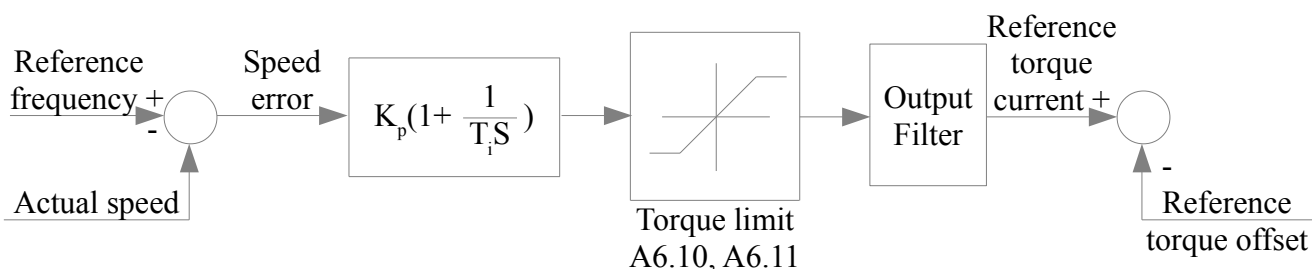

Рис. 6-13 Регулятор скорости
1. Схематично регулятор скорости (ASR) изображен на рис. 6-13. На рисунке  $K_p$  - пропорционально усилению P.  $T_i$  - интеграл времени I. Когда время интегрирования установлено на 0 (A5.02 = 0, A5.05 = 0), то интеграл является недействительным и контур скорости — это просто пропорциональный регулятор.